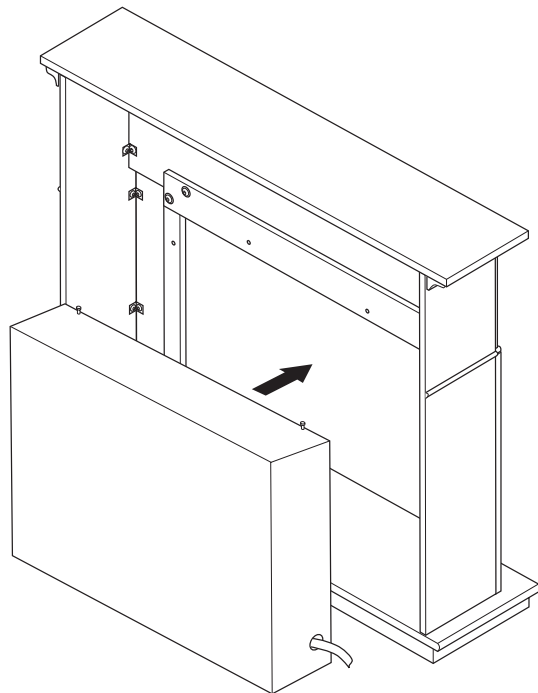

Figura 6 - Instalación de la chimenea
5. Coloque la chimenea dentro de la repisa (consulte la figura 6. Con cuidado coloque las líneas de gas. **IMPORTANTE:** tenga cuidado al colocar la chimenea sobre la base. La base se podría raspar fácilmente. Compruebe que la chimenea esté en la posición correcta dentro de la abertura de la repisa antes de proseguir con la instalación.